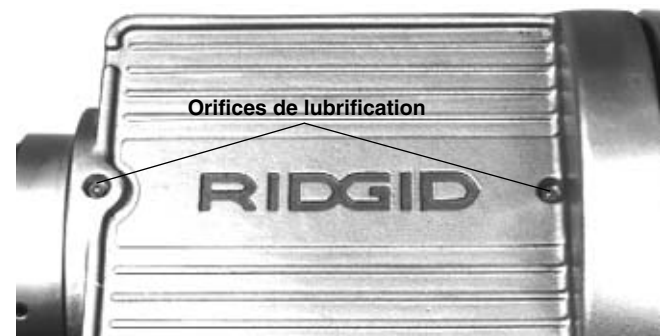

Figure 12 – Lubrification des roulements
2. La tête de filière peut être réglée au diamètre de filetage voulu. De préférence, le filetage devrait être contrôlé à l'aide d'une bague étalon (Figure 12). Le filetage est correct lorsque l'extrémité du tuyau est à plus ou moins un tour d'affleurer la face de la bague étalon.
La lubrification régulière de la machine à fileter assurera sa fiabilité et sa longévité. Deux orifices de lubrification sont prévus en partie haute de la machine pour la lubrification des roulements avant et arrière (*se reporter à la Figure 12*).